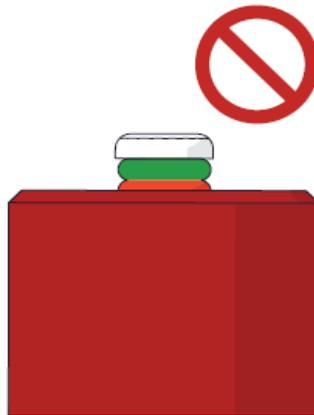

Figure 1-44 Pression excessive
- S'il y a trop de pression (Figure 1-44 à la page 59), levez la poignée d'actionnement du moteur et réduisez la tension.